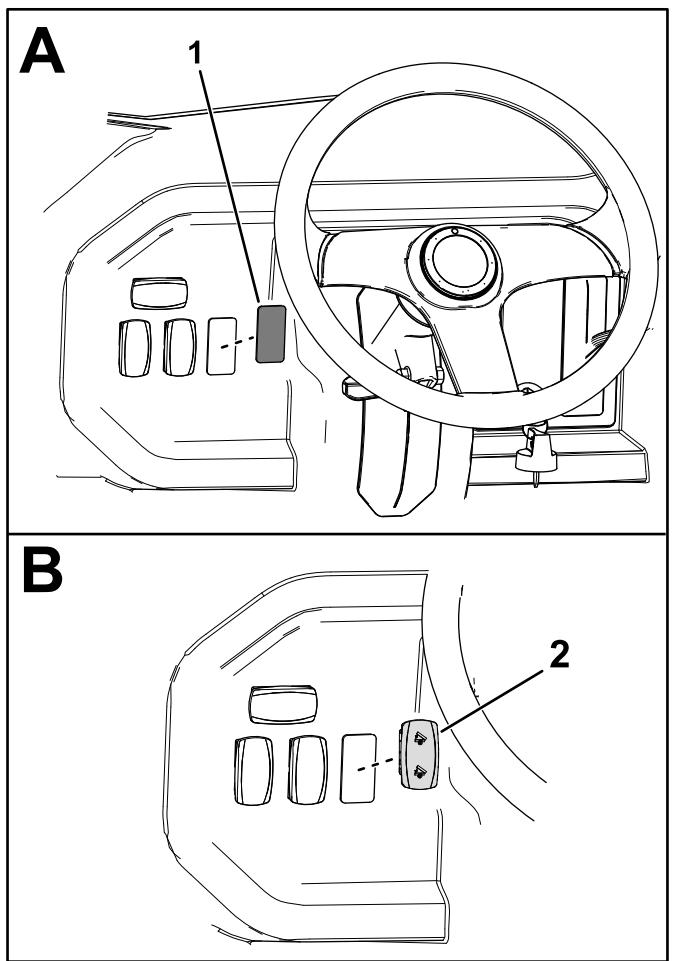

Figura 4
2. Retire la tapa de plástico del salpicadero (Figura 4).
3. Instale el interruptor a través del hueco del salpicadero (Figura 4).
Asegúrese de que el interruptor esté orientado correctamente, tal y como se muestra en la Figura 4.